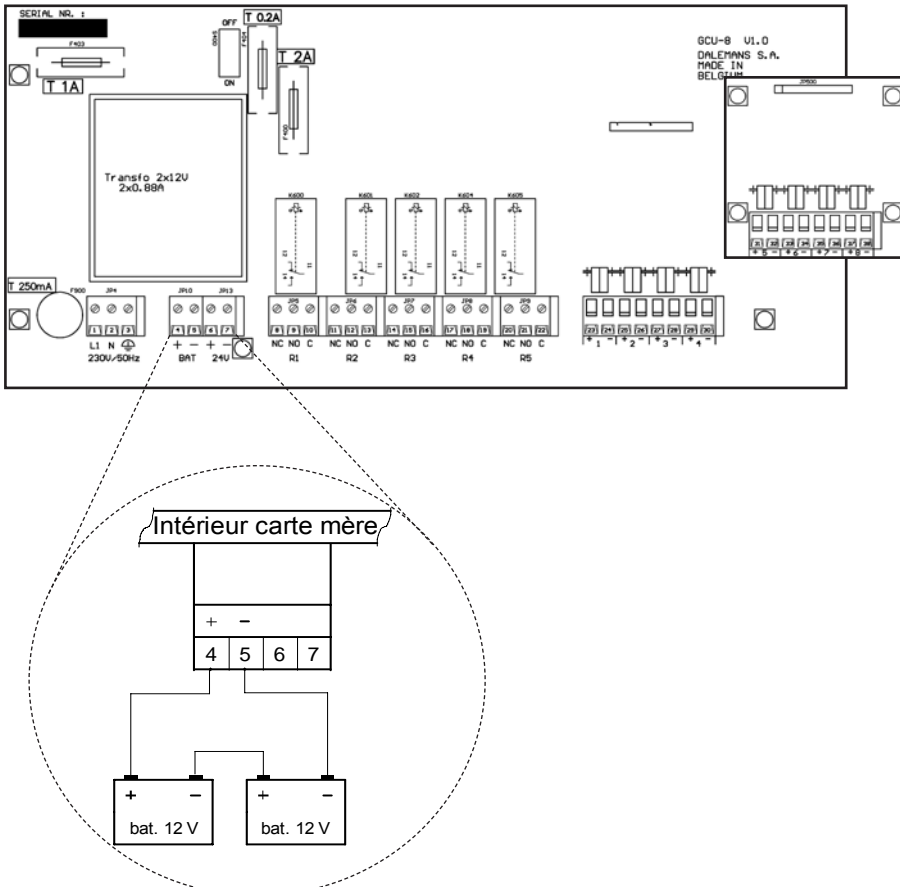

fig. 14
- e. Relier les batteries du central. (fig.14)
- Attention :** respecter la polarité ( fig. 14).